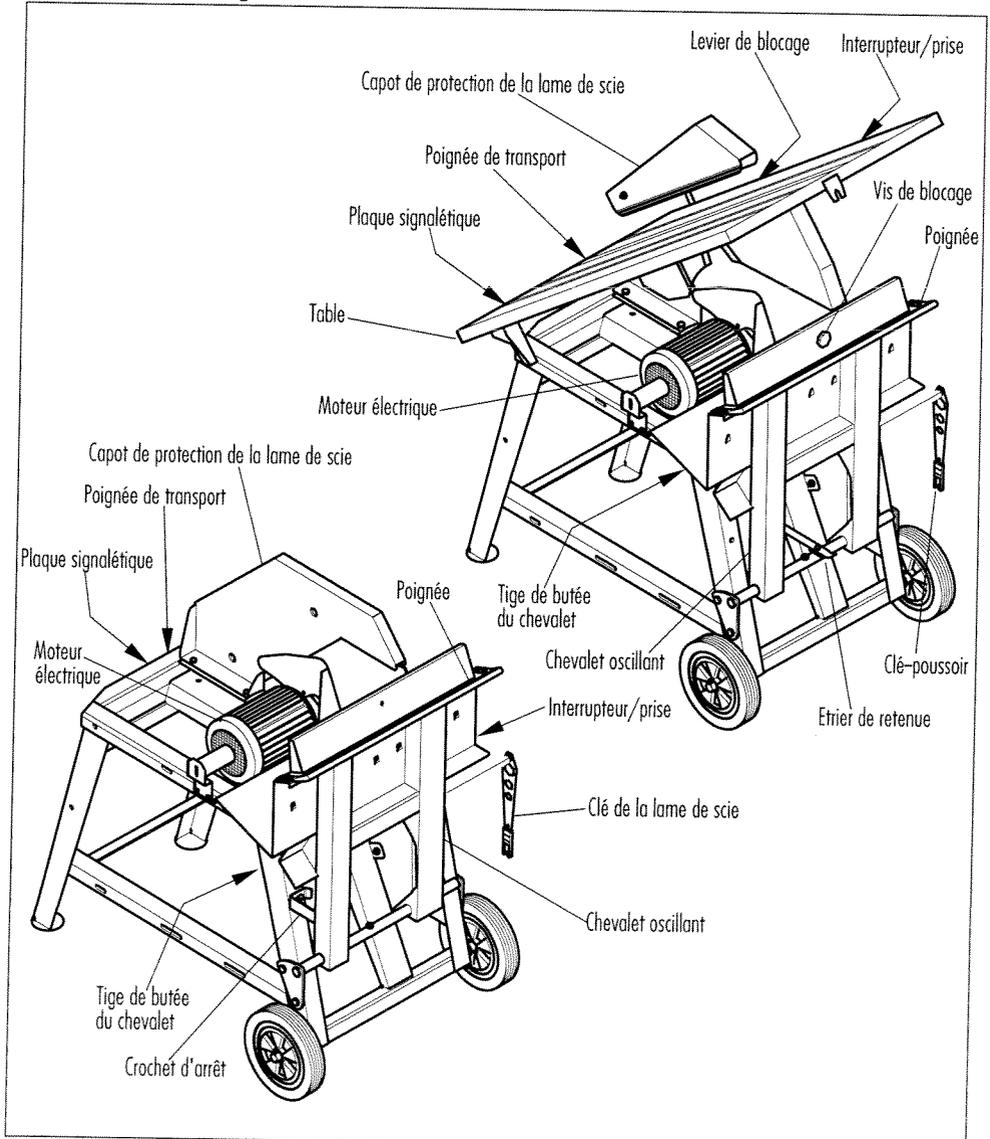

Figure 1 - Scie à table basculante et à chevalet oscillant
2. Faire pivoter vers le haut la table de sciage, jusqu'à ce que le levier de fixation s'enclenche sur le côté arrière de la table dans le boulon placé sur le châssis. Assujettir la vis de fixation sur le chevalet (voir Figure 1 - Scie à table basculante et à chevalet oscillant).